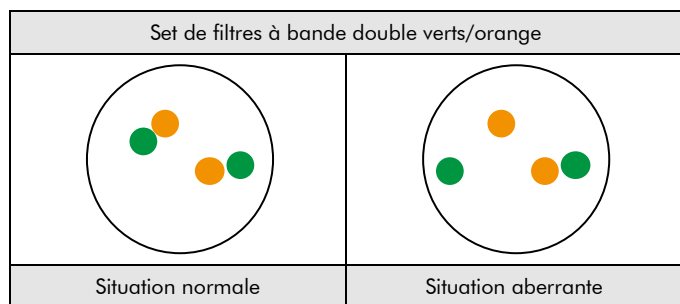

Fig. 2 : Résultats attendus dans les noyaux en interphase normaux et présentant une aberration
**Situation normale :** Dans les interfases de cellules normales ou de cellules sans une translocation impliquant la région du gène KMT2A, deux signaux verts et deux signaux orange apparaissent (voir figure 2).
**Situation aberrante :** Une région du gène KMT2A affectée par une translocation est indiquée par un signal vert séparé et un signal orange séparé (voir figure 2).